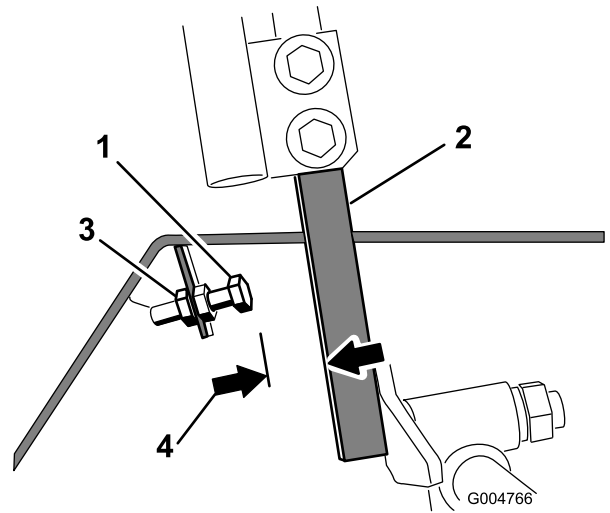

Figura 89
4. Afloje la contratuerca del perno de tope de una palanca de control (Figura 89).